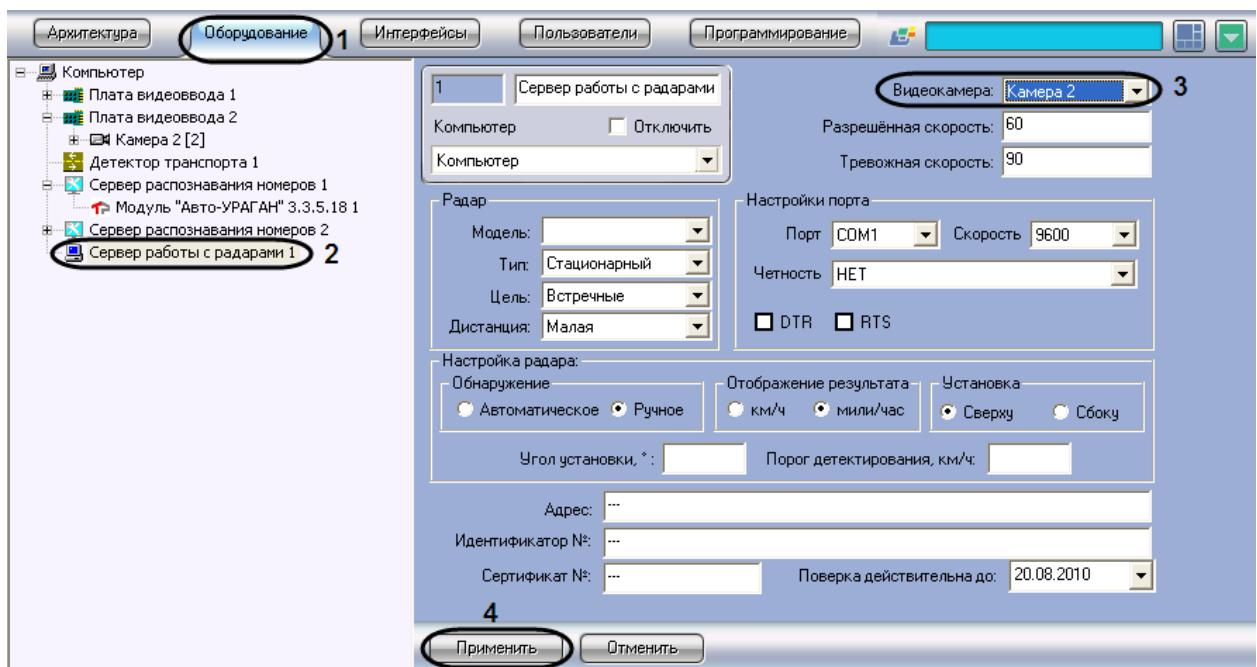

Рис. 7.3—2. Выбор объекта «Камера» для совместной работы с Сервером распознавания номеров
1. В диалоговом окне «Настройка системы» перейти на вкладку «Оборудование» (см. Рис. 7.3—2, 1).
2. В дереве объектов на вкладке «Оборудование» выбрать объект «Сервер работы с радарами», соответствующий настраиваемому программному модулю «Радар» (см. Рис. 7.3—2, 2). В правой части вкладки «Оборудование» отобразится панель настройки выбранного объекта.
3. В списке «Видеокамера» выбрать объект «Камера», который соответствует видеокамере, настроенной для совместной работы с Сервером распознавания номеров (см. Рис. 7.3—2, 3).
4. Нажать кнопку «Применить» (см. Рис. 7.3—2, 4).